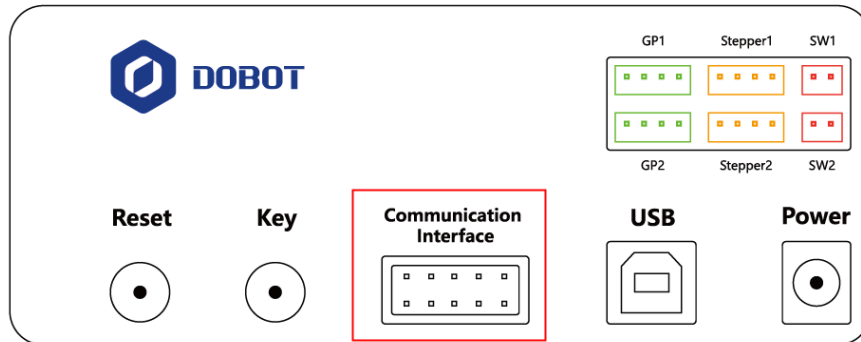

图 5.161 连接蓝牙套件
**步骤 1** 将蓝牙套件接入Dobot Magician底座的UART接口，如图 5.161所示。